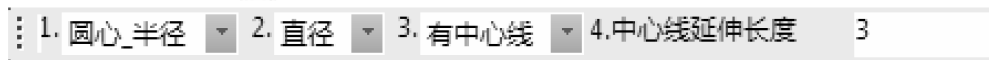

图 2-53 圆立即菜单
1) 单击圆按钮, 在弹出的立即菜单中按照图 2-53 所示进行选择。